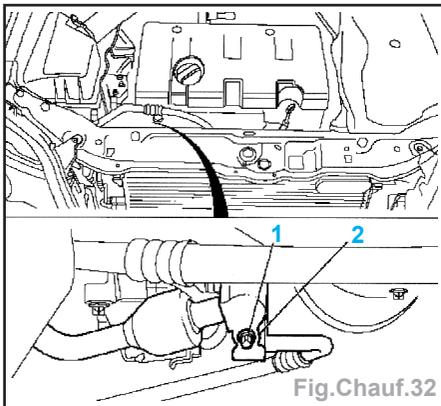

Fig. Chauf.32
- la conduite (2) et la vis (1) (Fig. Chauf.32).